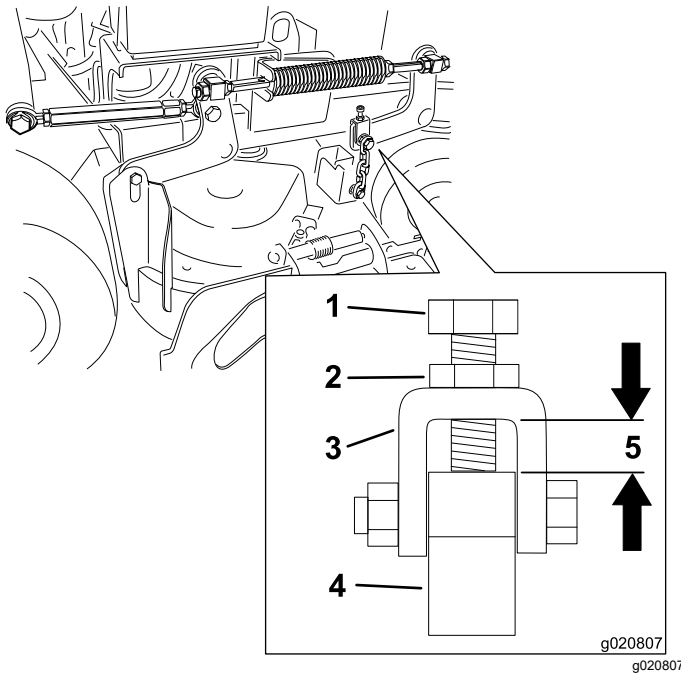

Bild 82
Hinweis: Der Abstand muss 11 mm sein, siehe Bild 82
- Lösen Sie die obere Kettenschraube, wenn eine Einstellung erforderlich ist (Bild 82).
- Lösen Sie die Klemmmutter und stellen Sie die Schraube ein, um den richtigen Abstand zu erhalten, der in Bild 82 dargestellt ist.